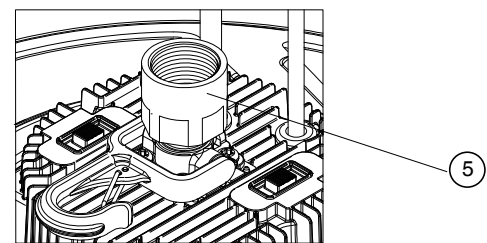

Figure 6
**Montage en option - Adaptateur 3/4" (JEBMTG ADAPTER)** (vendu séparément) - L'adaptateur en option (5) est conçu pour se fixer au luminaire CPRB et permet l'installation d'une tige ou d'un crochet en option. (voir la figure 6).
Localiser les commutateurs de la TK et de l'ALO sur le dessus du pilote (voir la figure 6). La TK est, par défaut, réglée sur 5 000 K et le rendement lumineux sur 15 000 lm (ALO13) et 24 000 lm (ALO14). Faire basculer le commutateur pour sélectionner la TK et le rendement lumineux souhaités.